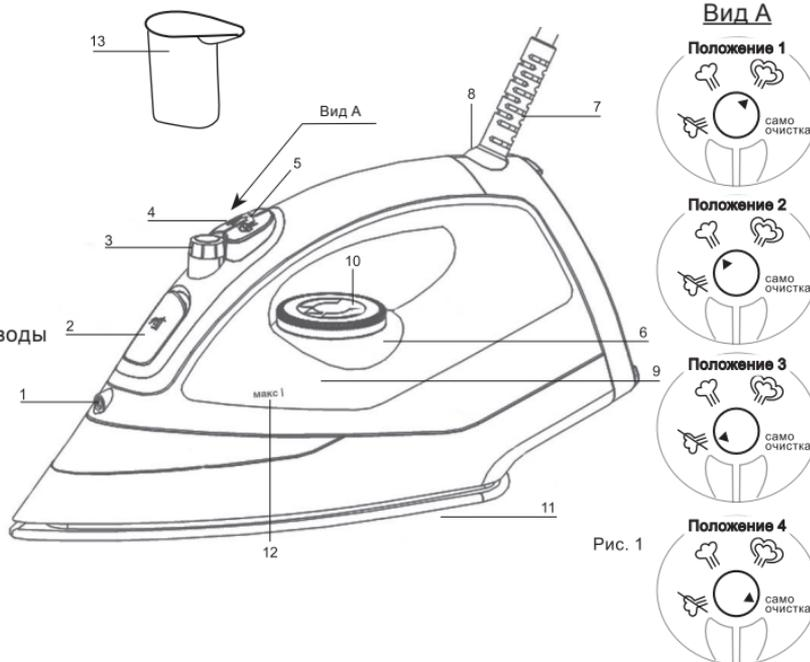

Рис. 1
- Установите регулятор пара (3) в положение 3 (Рис.1 Вид А) «без пара».
- Откройте крышку (2).
- Наклоните изделие и заполните емкость для воды (9) до отметки максимального уровня воды «МАКС» (12)
- Закройте крышку (2).